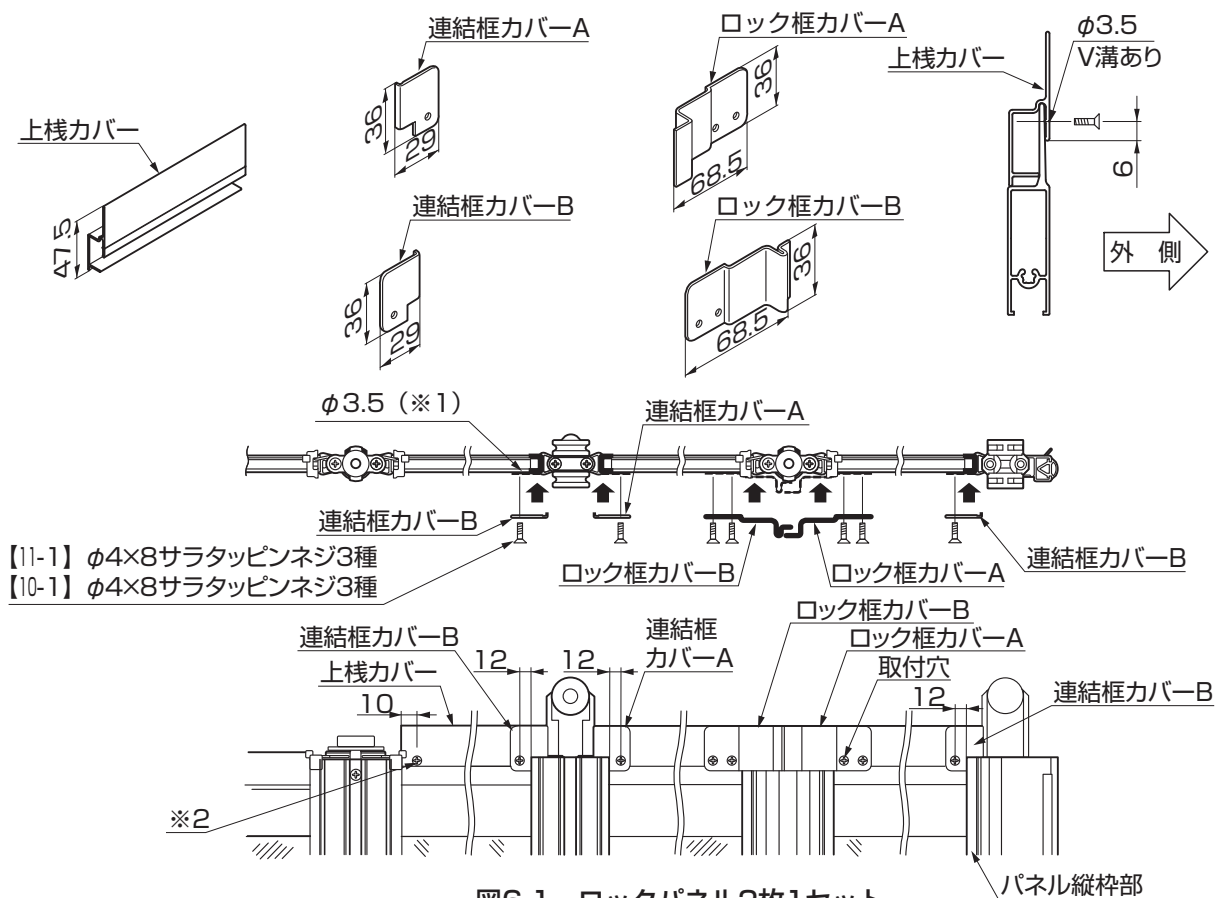
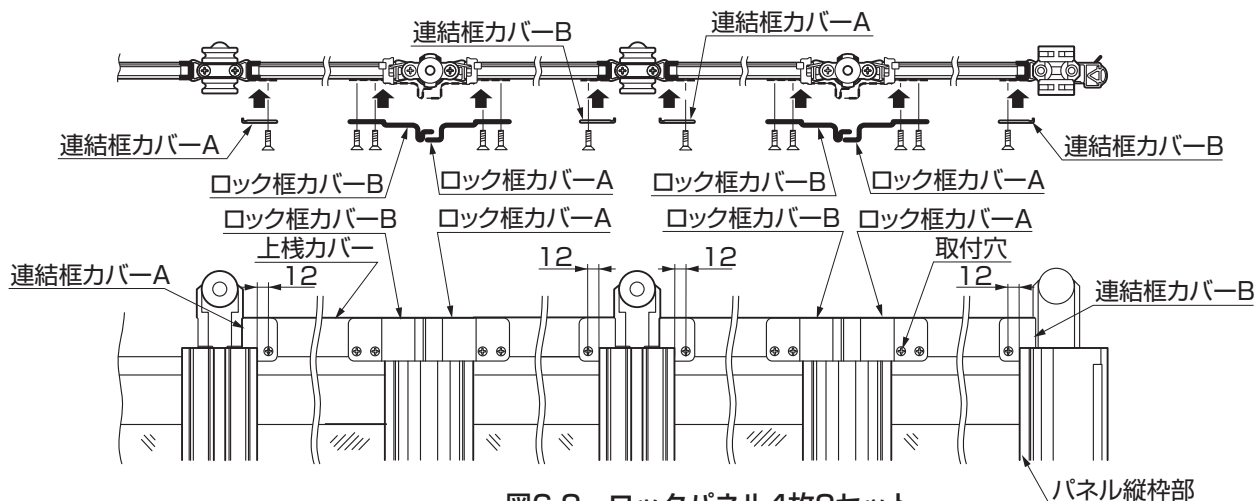

図6-1 ロックパネル2枚1セット
図6-2 ロックパネル4枚2セット
①図6-1、図6-2を参照して連結框カバー、ロック框カバー、上棧カバーを【10-1】、【11-1】で取付けてください。